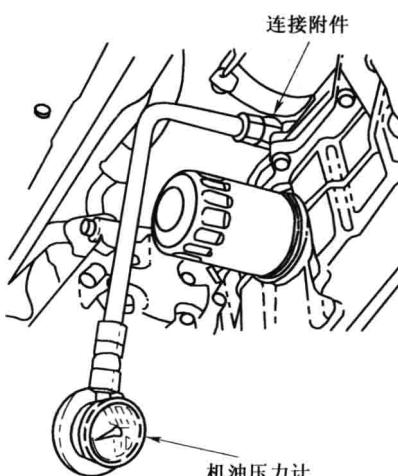

图 1-3 安装机油压力计及附件
- (1) 如图 1-3 所示，拆下机油压力开关，安装机油压力计(07506-3000001)及附件(07406-0030000)。
- (2) 起动发动机，使发动机达到正常运行温度(风扇至少起动两次)。
- (3) 观察机油压力计，怠速时最小机油压力应为 70kPa；转速为 3000r/min 时最小机油压力应为 340kPa。
- (4) 如果机油压力不符合要求，则应检查机油集